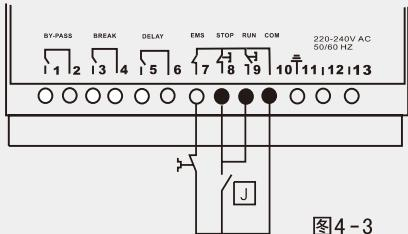

图4-3
- 当用户需一个开关控制起动器的起停或通过 PC、PLC 控制时, 选用此功能, J 闭合软起动运行、断开停止。参见图 4-3